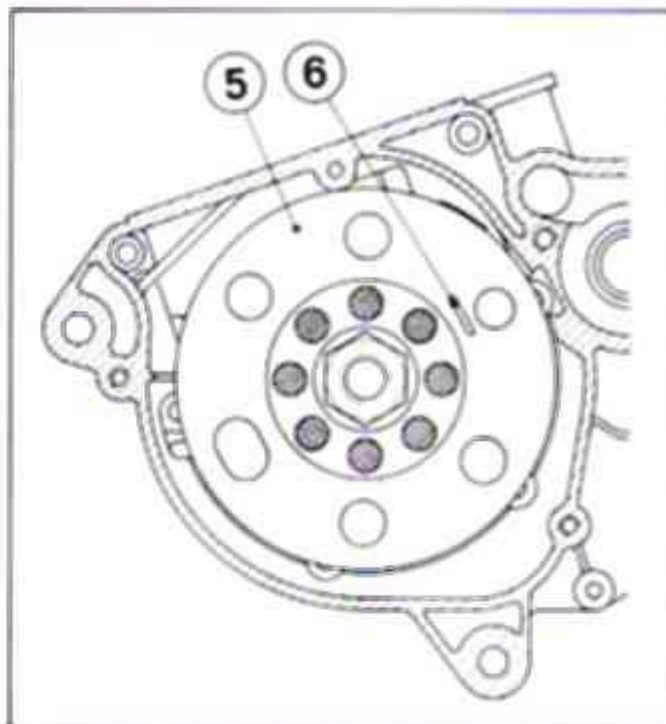

FIG. I24 - MAGNETO
4. Montar o volante (5) (prestar atenção para que a chave do eixo entre no entalhe), zerar o relógio no PMS e introduzir a ferramenta (6) (7015.099.013.00.6) no furo apropriado. Girar o volante até que a ferramenta (6) coincida com o furo no magneto. Após, posicione o conjunto a $1,78 \pm 0,02$ APMS. Veja a figura I24.